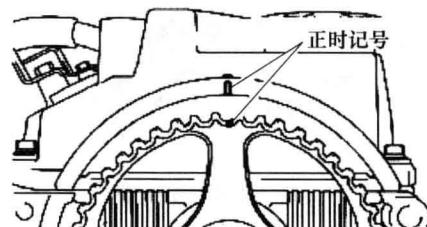

图 1-20 凸轮轴的正时记号
- 3) 上下摇动第一缸与第四缸气缸摇臂，以判定哪一气缸的活塞是位于压缩行程的上止点位置。如果进气与排气气门摇臂都有气门间隙，则与此种摇臂相对应的气缸中的活塞是位于压缩行程的上止点。也可以参见图 1-20 所示凸轮轴的正时记号，若记号对齐则表示一缸活塞处于压缩上止点。